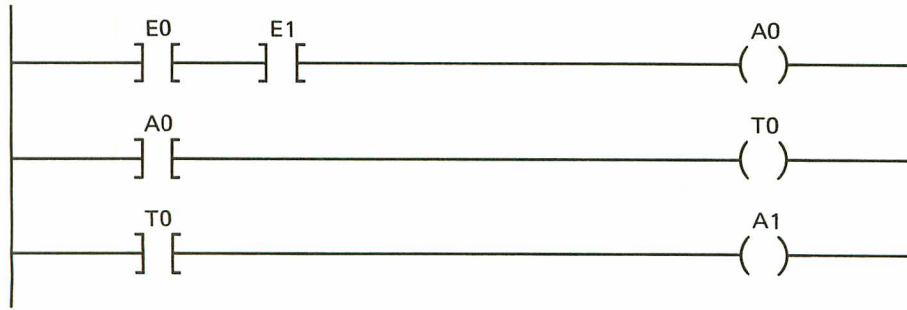

Bild F 33.2
- Den Kontaktplan gibt das Bild F 33.2 wieder.